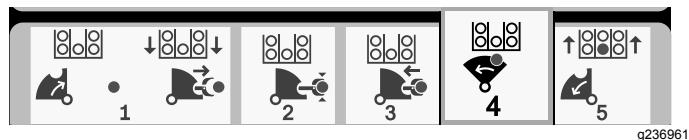

Figure 23
8. Relâchez le bouton pour passer à l'étape suivante dans la séquence (Figure 23).